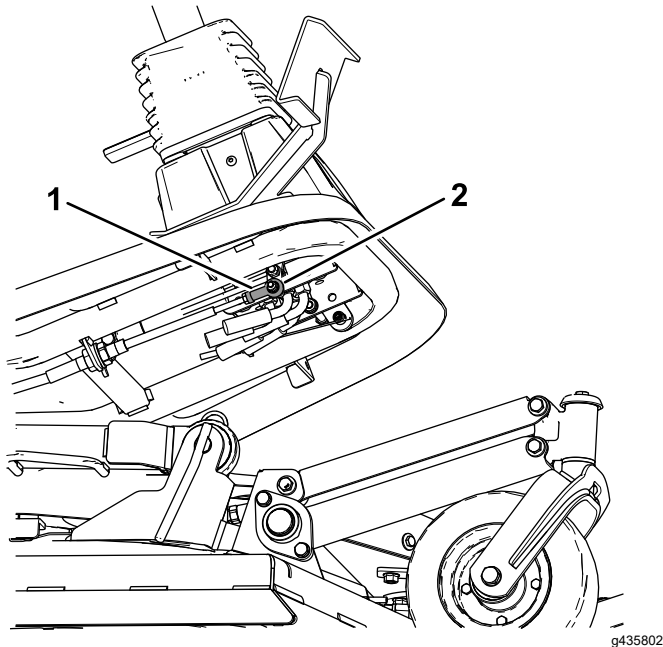

図 80
4. 走行ケーブルのロッドエンドベアリングをペダルに固定しているジャムナットをゆるめる 図 80。
5. 走行ケーブルのロッドエンドベアリングをペダルに固定しているボルトとナットを外す 図 80。
7. ジャムナット 図 80 を締め、ボルトとナットでロッドエンドベアリングを走行ペダルに固定してペダルの角度を固定する。